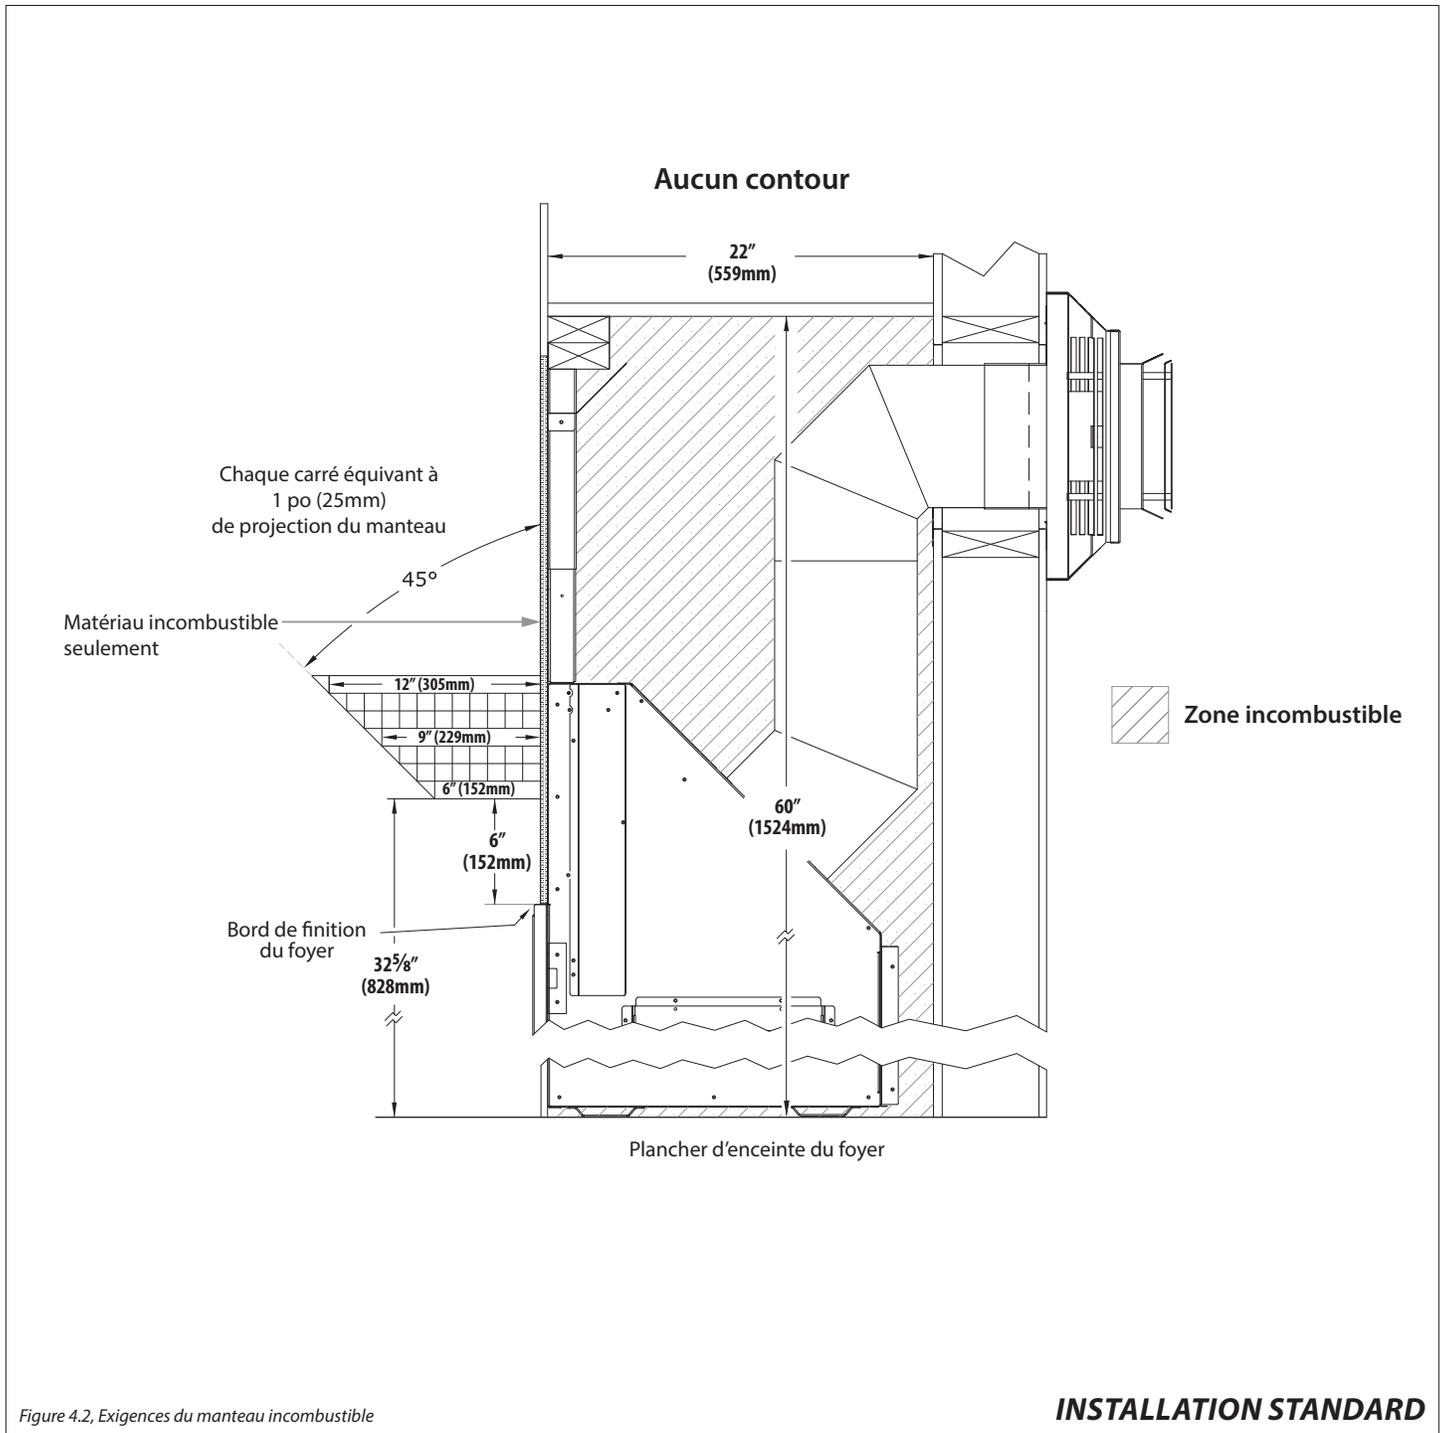

Figure 4.2, Exigences du manteau incombustible
- Profondeur du manteau incombustible - Dégagement vertical minimal et profondeur maximale : Avec un manteau incombustible, un dégagement vertical minimal de 6 po (152 mm) est permis au-dessus du bord de finition avec une profondeur maximale de 6 po (152 mm). La profondeur du manteau peut augmenter de 1 po (25 mm) pour chaque 1 po (25 mm) de hauteur additionnelle, à partir d'un manteau de 8 po (203 mm). Voir Figure 4.2.